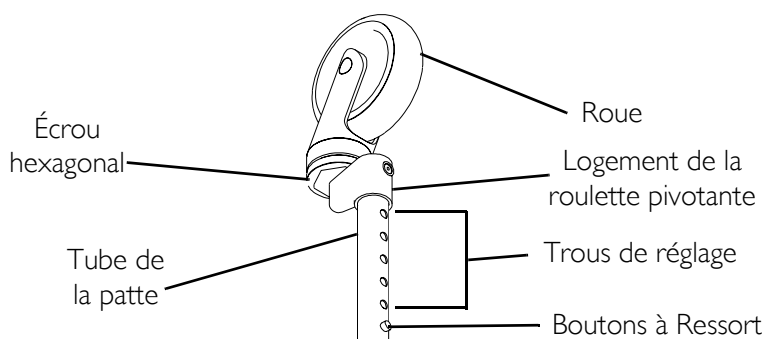

FIGURE 4 Remplacer les Roues Fixes/Roulettes Pivotantes
NOTE: Pour cette procédure, se référer à la FIGURE 4 de la page 13.
2. Tenir une des attaches de roulette pivotante avec la roue vers le haut tel qu'illustré à la FIGURE 4.